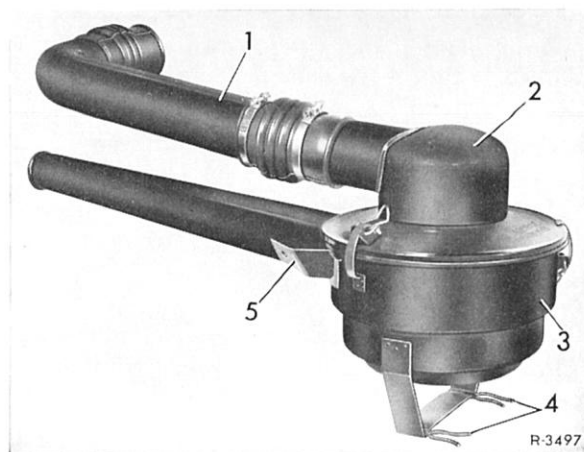

Bild 09-1/2
Der Ölbadluftfilter hat zum leichteren Aus- und Einbau an der unteren Befestigung anstelle Schrauben Spannfedern (4) (Bild 09-1/2). Der Filter kann deshalb nach Lösen der Befestigungsschraube am Radlaufblech und Abnahme des Ansaugrohres (1) leicht herausgenommen werden. Beim Einbau ist darauf zu achten, daß die Spannfedern richtig arretieren.